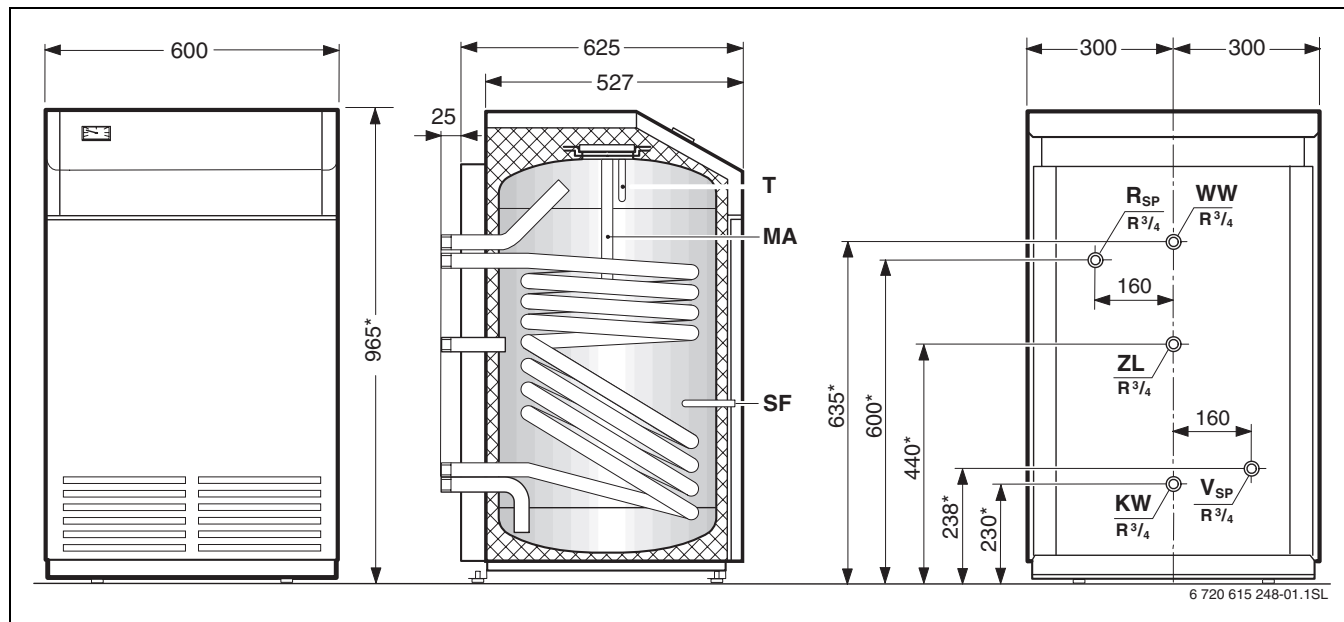

Fig. 1
- ▶ Posizionare verticalmente il bollitore mediante i piedini regolabili (→ Fig. 1, a pagina 5).